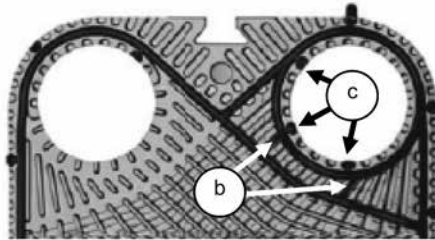

Abb. 9
Diagonale und der Runddichtung (Fig.9 b). Anschließend, wie in Abschnitt 5.7.3 angegeben, die Dichtung, abgesehen vom Dichtungsring, verkleben.
1. Modelle mit Plug-Ins® auf den Innenseiten der Runddichtungen: Schneiden Sie die Plug-Ins® auf den Innenseiten der Runddichtungen, für die keine Ausparung vorhanden ist, mit einer Schere ab (Abb. 9 c). Anschließend, wie in Abschnitt 5.7.3 gezeigt, nur die Anschlusspunkte zwischen Diagonale und Runddichtung verkleben.